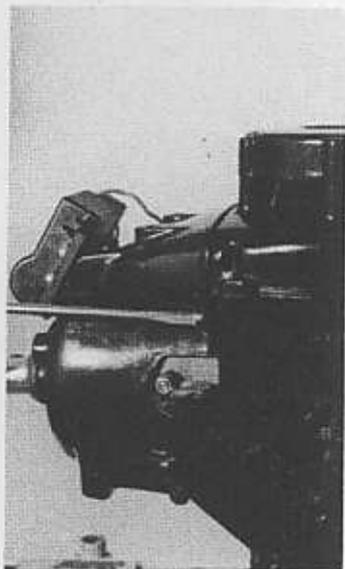

Fig. 13
1. Remove the fan cowling (Fig. 13).
1. Smontare la ventola (Fig. 13)